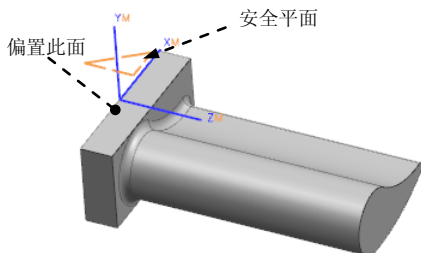

图 5.4.3 创建安全平面
(2) 选取图 5.4.3 所示的平面，在 **偏置** 文本框中输入值 20.0，单击 **确定** 按钮，系统返回到“Mill Orient”对话框，然后单击 **确定** 按钮，完成安全平面的创建。